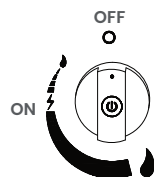

Figure 1
2. S'assurer que les boutons sont en position éteinte (Figure 1).
4. Le bouton de commande doit être à la position «OFF» (arrêt) (figure 1).